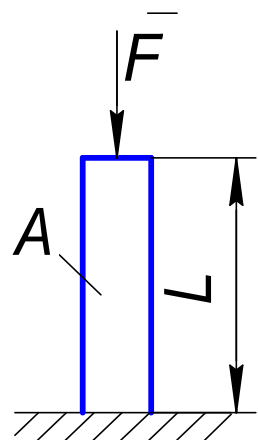

Рис.2.21
2.51. При испытании на сжатие (рис. 2.21) получено значение предела упругости, которое зависит от... [множественный выбор]